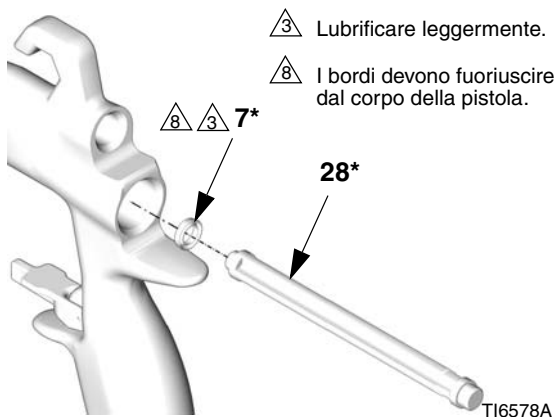

FIGURA 41
3. Montare la nuova guarnizione ad U (7\*) sullo strumento per l'installazione della tenuta (28\*), con i bordi della guarnizione ad u rivolti verso lo strumento come indicato in FIGURA 41. Spingere la guarnizione ad u nella parte posteriore della pistola fino ad avvertire uno scatto netto.